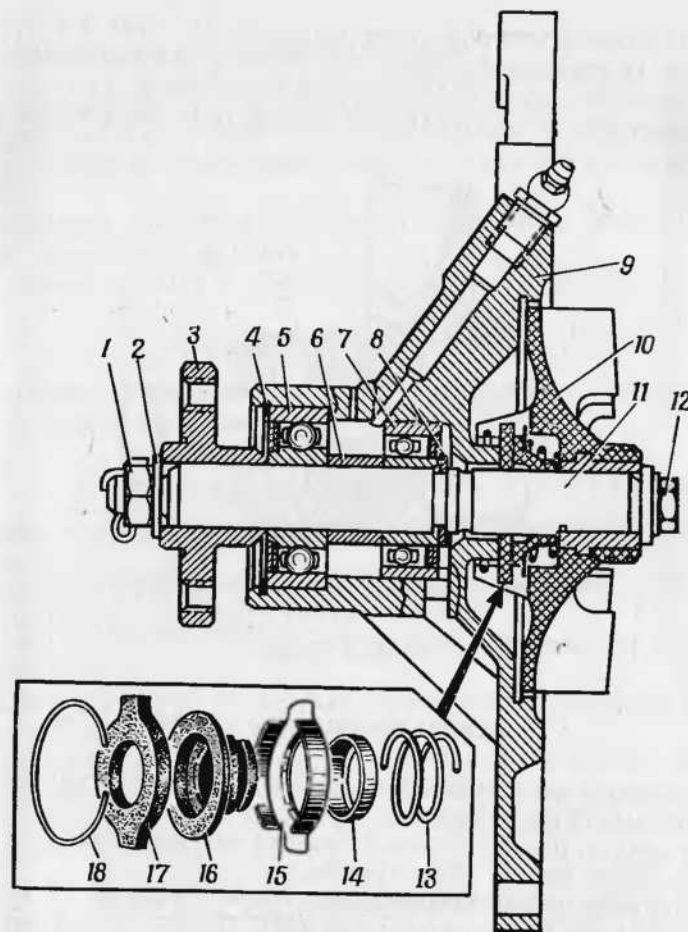
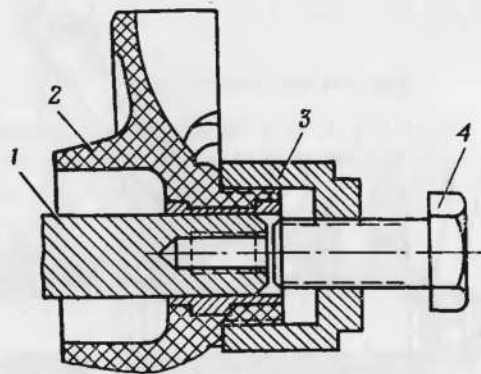

Рис. 47. Водяной насос:
Рис. 48. Установка съемника для спрессовки крыльчатки водяного насоса:
1. Расшплинтовать, отвернуть гайку 1 (рис. 47), снять шайбу 2 и спрессовать ступицу 3.
2. Вывернуть болт 12 крепления крыльчатки 10, установить приспособление (рис. 48) и спрессовать крыльчатку с валика 11 (рис. 47).
1. Установить на валик 11 (рис. 47) стопорное кольцо 8, напрессовать шарикоподшипник 7, надеть распорную втулку и напрессовать шарикоподшипник 5.